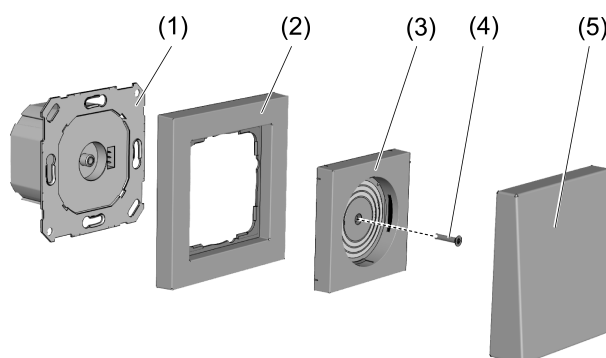

Bild 1
- Montera ram och täckplatta och applicera på ljusmodulen (Bild 1).